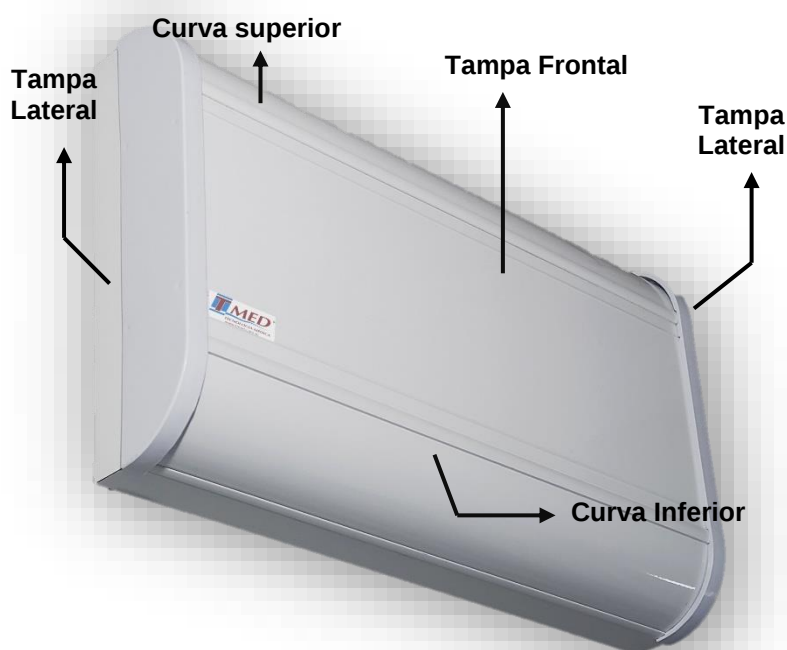

Figura 17 – Painel Concentrador
- c. Remova as tampas laterais, a tampa frontal, a curva superior e a curva inferior do *Painel Concentrador*. Veja a *Figura 17* abaixo.
- d. Localize os furos de fixação do painel. Eles ficam nas extremidades do perfil largo. *Figura 17*. Use quatro buchas número 8 e parafusos para fixação do painel na parede.